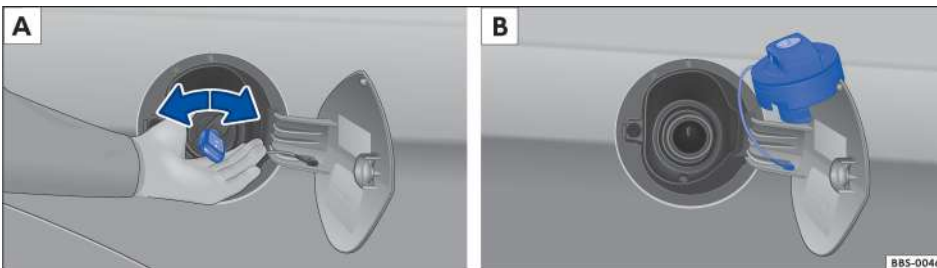

Рисунок 98: **A** Открыть/закрыть крышку заливной горловины; **B** Крышка бензобака в открытом состоянии, а крышка заливной горловины закреплена на крышке бензобака
- Вставьте ключ автомобиля в цилиндр замка крышки заливной горловины, возьмитесь рукой за край крышки заливной горловины и поверните ключ против часовой стрелки, чтобы открыть крышку заливной горловины →Рисунок 98 **A**.
- Поверните крышку заливной горловины против часовой стрелки, снимите крышку заливной горловины и повесьте ее на крышку топливного бака →Рисунок 98 **B**.
- Вставьте ключ автомобиля в цилиндр замка крышки заливной горловины, возьмитесь рукой за край крышки заливной горловины и поверните ключ по часовой стрелке, чтобы заблокировать крышку заливной горловины →Рисунок 98 **A**.